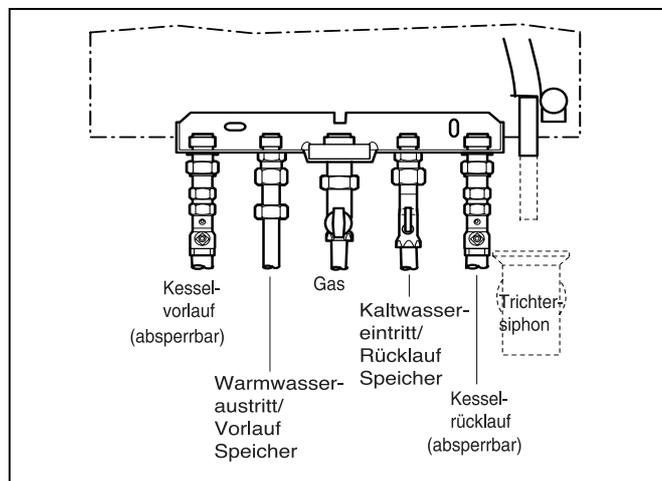

Abb. 5 Rohranschlüsse Überputzmontage
- Rohre spannungsfrei anschließen (Abb. 5)
- Ablaufleitung des Kondenswassers und des Sicherheitsventils montieren (Abb. 5)